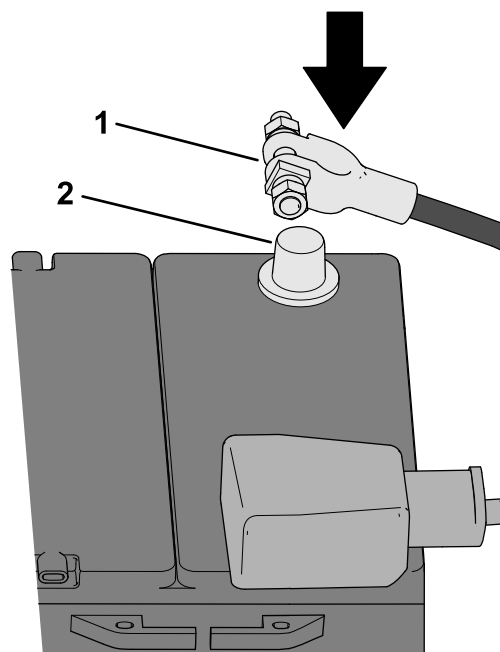

Figure 44
1. Branchez le câble négatif (–) de la batterie sur la borne de batterie (Figure 44).